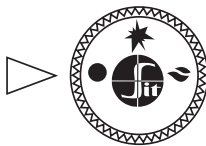

Рис. 9.
- 7.2. В исходном (выключенном) положении ручк управлени н ходится в положении «точк » (рис. 9). Пилотн я и основные горелки пог шены (под ч г з к ним з блокиров н ).
- 7.5. **Выключение пп р т** производится путем поворот ручки в положение «точк » (рис. 9). При этом пилотн я и основные горелки (если горят) пог шнут.